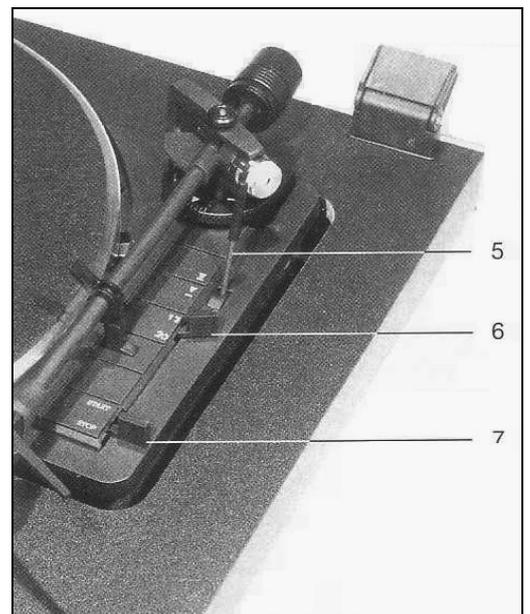

Fig.11
Mit dem Schalter (6) rechts neben dem Tonarm kann der Plattendurchmesser auf 17 cm (Single) und 30 cm (LP) eingestellt werden. Dies ist nur bei automatischem Start notwendig (Fig. 11).
Schieben Sie den Schalthebel (7) auf **Start** und der Tonarm setzt automatisch auf der Schallplatte auf. (Fig. 11)
Der Plattenteller dreht sich weiter. (Fig. 11)
Am Ende der Schallplatte wird der Tonarm automatisch zur Tonarmstütze zurückgeführt und das Gerät abgeschaltet. Sie können den Plattenspieler auch abschalten, indem Sie den Schalthebel (7) auf **Stop** abschalten, oder den Lifthebel (5) in Stellung ▼ bringen und den Tonarm von Hand auf die Tonarmstütze zurückführen. (Fig. 11)